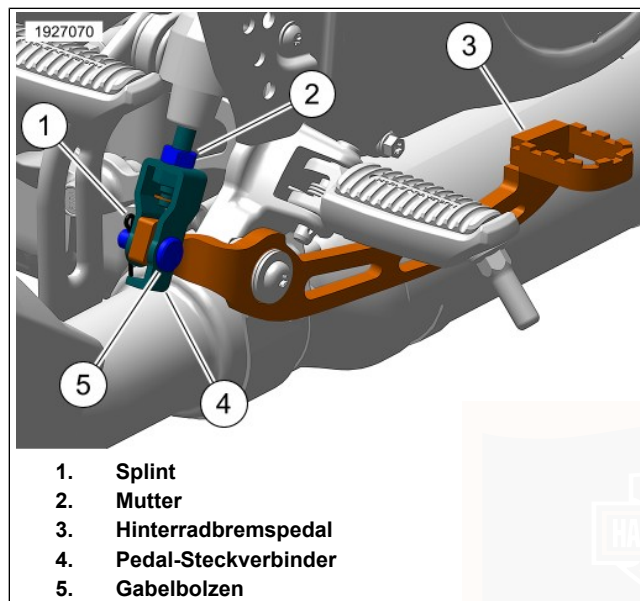
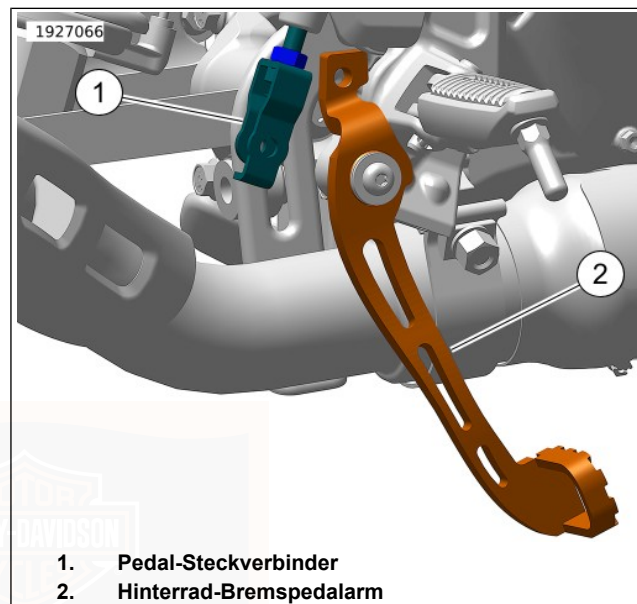

Abbildung 33. Hinterradbremspedal-Baugruppe
Abbildung 34. Gelöster Bremspedalarm
1. Siehe Abbildung 33. Die Mutter (2) lockern. Den Splint (1) und den Gabelbolzen (5) entfernen.
2. Siehe Abbildung 34. Den Hinterrad-Bremspedalarm (2) von der Pedalverbindung (1) lösen.
3. Die Pedalverbindung (1) in die eine oder andere Richtung drehen, um die Höhe des Bremspedals einzustellen.
4. Siehe Abbildung 34. Sobald die Pedalverbindung wie gewünscht gedreht wurde, sicherstellen, dass sie wie abgebildet ausgerichtet ist.
5. Den Bremspedalarm (2) nach oben drehen, um die Rückseite des Pedalarms in die Pedalverbindung (1) einzurasten.
6. Siehe Abbildung 33. Den Gabelbolzen (5) in die Pedalverbindung (4) und durch das Loch im hinteren Teil des Bremspedalarms schieben, bis er vollständig sitzt.
7. Den Splint (1) in das Loch am Ende des Gabelbolzens (5) stecken.
8. Mutter (2) anziehen.